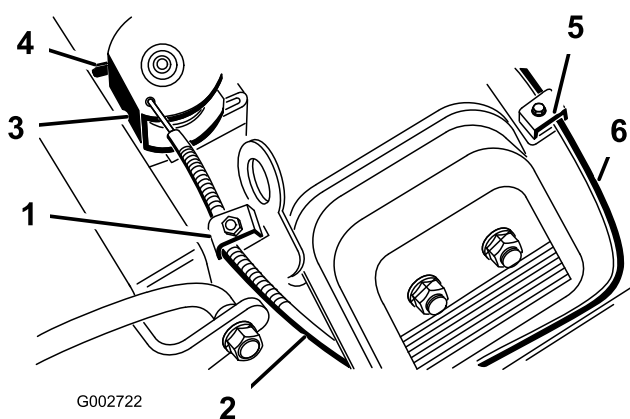

Figura 41
2. Afloje el tornillo de la abrazadera que fija el cable del acelerador al motor (Figura 41).
4. Tire firmemente del cable del acelerador hasta que la parte trasera del pivote entre en contacto con el tope (Figura 41).
2. Afloje el tornillo de la abrazadera que fija el cable del estarter al motor (Figura 41).
4. Tire firmemente del cable del estarter (Figura 41) hasta que la palomilla esté cerrada del todo, luego apriete el tornillo de la abrazadera.